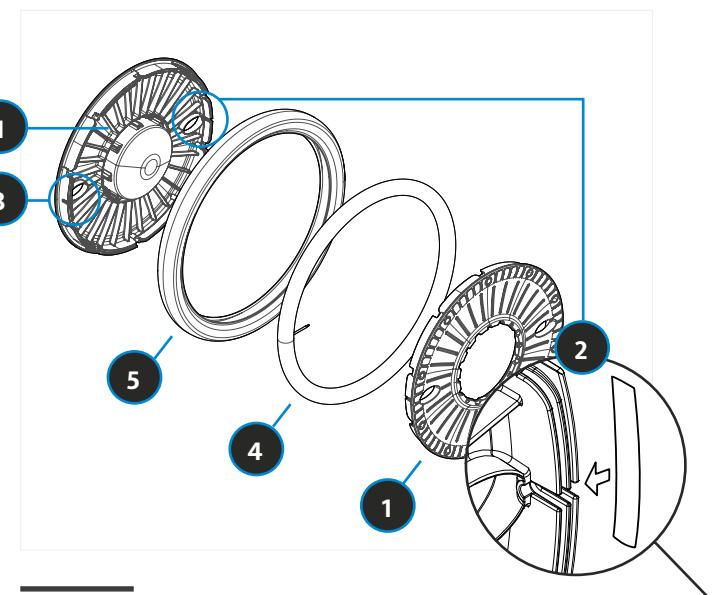

BILD 61 KONTROLLE KLEBEBANDABDICHTUNG
- Kontrolle: Klebeband auf der gegenüberliegenden Seite der Felge (nicht beim Ventil) überprüfen! (Siehe Bild 61)